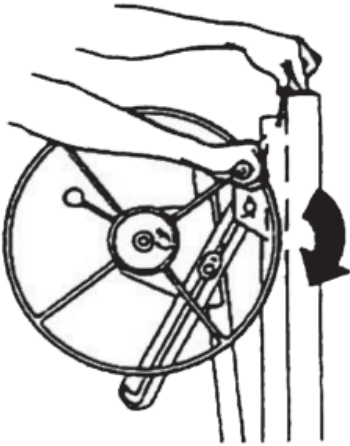

Bild. 26
- Du fäller ihop foten genom att trycka ned glidokringen och svänga de främre benen tills de låser fast i stängt läge. (Bild 26)